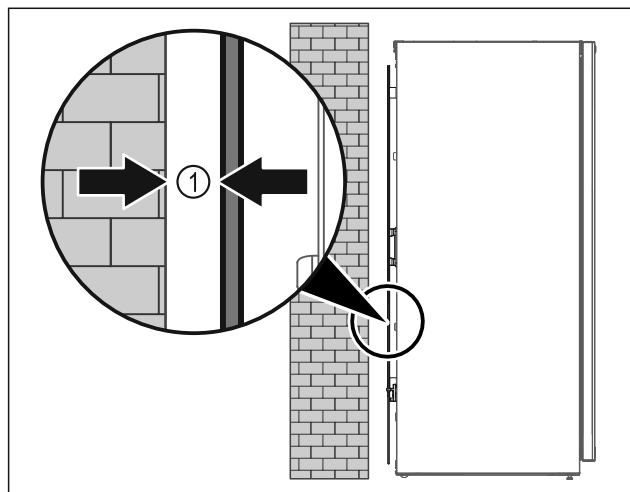

Fig. 51
- Posizionare l'apparecchiatura in un punto a piacere del locale (libera installazione) oppure addossato a una parete a una distanza minima di 5 mm Fig. 51 (1).